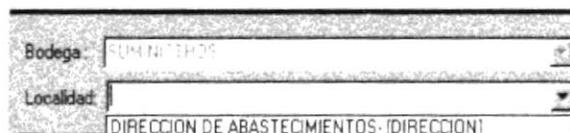

Figura 8.6 Localidades
3. Luego ingrese la Localidad, la misma que la podrá tomar de la siguiente lista, **Figura 8.6**, siguiendo el proceso explicado en el paso 2.